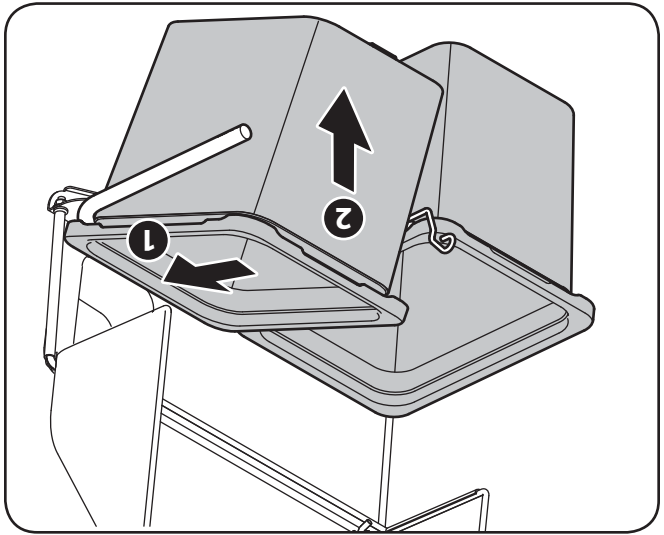

Figure 4-5
dans la Figure 4-5. Placez le bord avant du sac sur le rail avant du support (1). Ensuite, secouez le sac vers l'arrière et vers le bas (2) afin qu'il se place correctement. Répétez l'étape pour le deuxième sac.